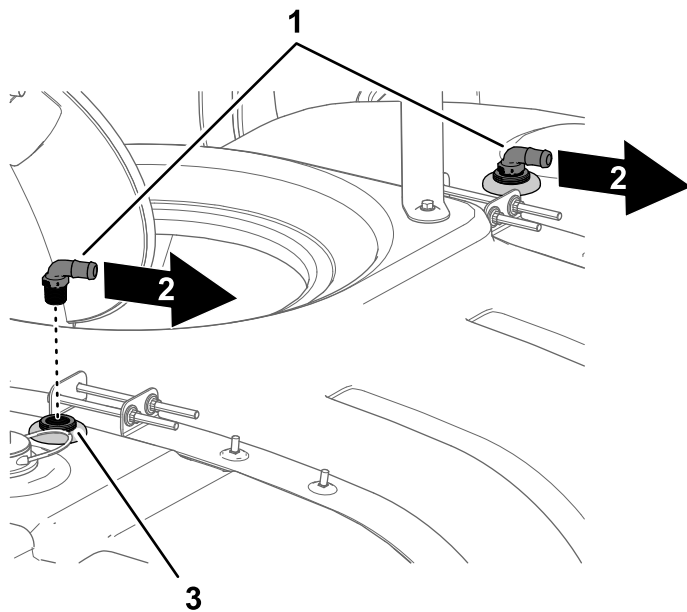

**Figure 22**
- Au niveau du trou avant de 4,5 cm dans la cuve de pulvérisation, répétez les opérations 1 à 2 pour l'autre buse de rinçage (Figure 22).